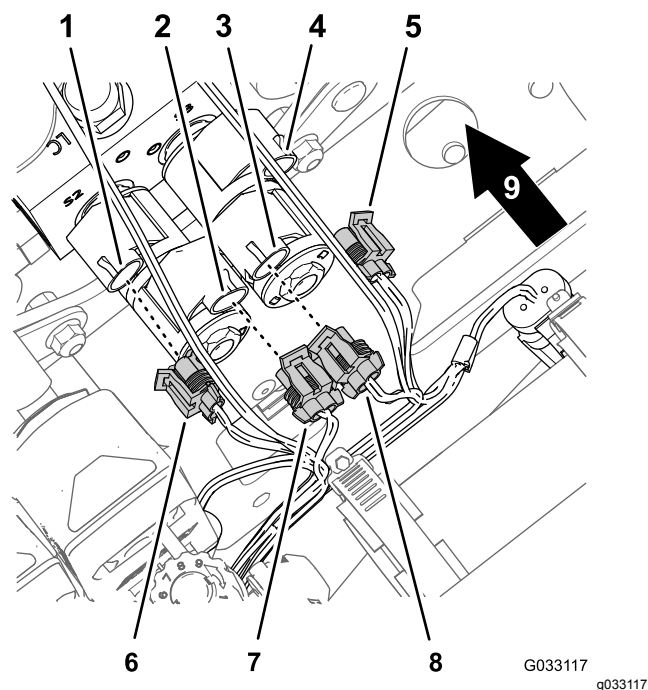

Figura 32
3. Scollegate il connettore a 2 prese del cablaggio preassemblato per il kit di finitura Sonic Boom (Figura 32) dal connettore a 2 pin dei solenoidi del collettore del cilindro di sollevamento nel modo seguente: